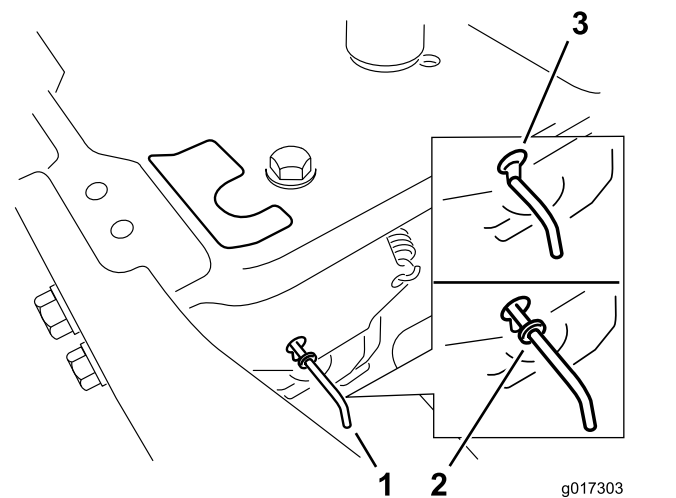

Figura 30
4. Mueva las palancas de desvío hacia delante a través del orificio y hacia abajo para bloquearlas en esa posición (Figura 30).
Mueva las palancas de desvío hacia atrás a través del orificio y hacia abajo para bloquearlas en esa posición, según se muestra en la Figura 30.